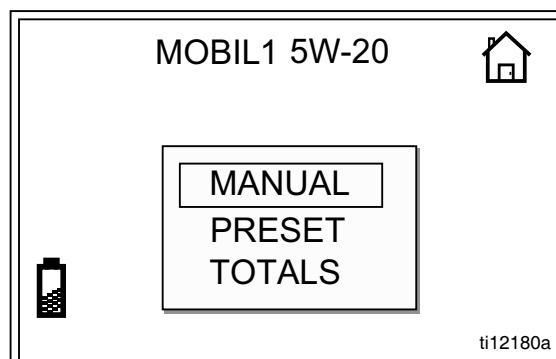

FIG. 20
1. Depuis l'écran d'accueil, utiliser les **FLÈCHES HAUT** ou **BAS** pour sélectionner **MANUEL** (FIG. 20).